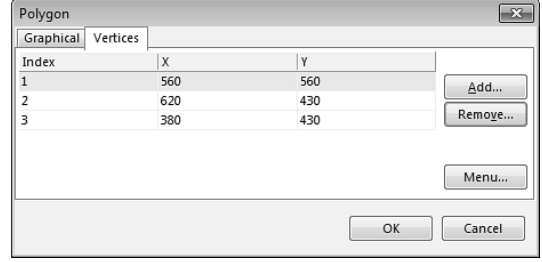
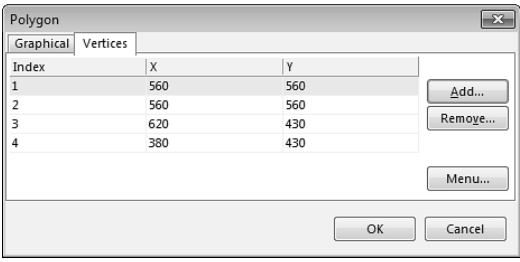

图 4-2-48 Polygon 对话框中的 Vertices 标签
图 4-2-49 增加多边形顶点坐标
④ Transparent 复选框。Transparent 复选框用于确定多边形内部是否为透明的。系统默认 Transparent 复选框处于非选中状态。
⑤ Locked 复选框。Locked 复选框的功能与 4.2.2 节中 Annotation 对话框的 Locked 复选框类似，在此不再赘述。
(2) Vertices 标签。Vertices 标签如图 4-2-48 所示。该标签可以对多边形的顶点坐标进行编辑。
Vertices 标签中的【Add】按钮用于增加多边形的顶点坐标，单击【Add】按钮会在当前选中的坐标下增加一组顶点坐标，坐标值与当前选中的坐标值相同。如图 4-2-48 所示，当前选中的坐标是 (560,560)，索引号为 1。单击【Add】按钮，则在索引号为 1 的坐标下面增加一组顶点坐标，索引号为 2，坐标为 (560,560)，如图 4-2-49 所示。单击任意坐标值即可对其进行修改。